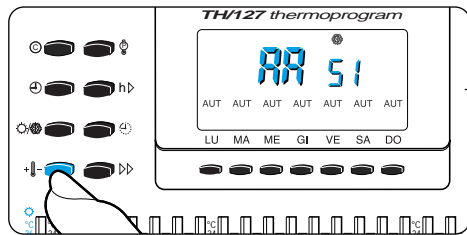

Fig. 40
13.3 - Premere il pulsante \pm (fig. 40).